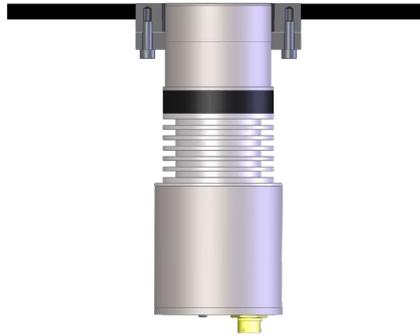

Рисунок 24: Датчик, установленный заподлицо
5. Убедитесь, что датчик установлен заподлицо с внутренней стенкой в месте установки (Рисунок 24). Отрегулируйте положение зажимного кольца, если датчик установлен не заподлицо.